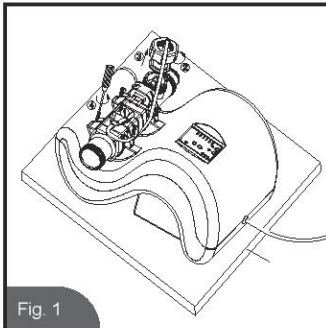

Fig. 1
1. Koppel de elektrolytische cel los. Schroef de borgmoer van de debietsensor in tegenwijzerzin en koppel de signaallijn van de debietsensor los van de debietsensor. Draai de vier schroeven los en leg de elektrolytische cel terzijde. (Zie Fig. 1)